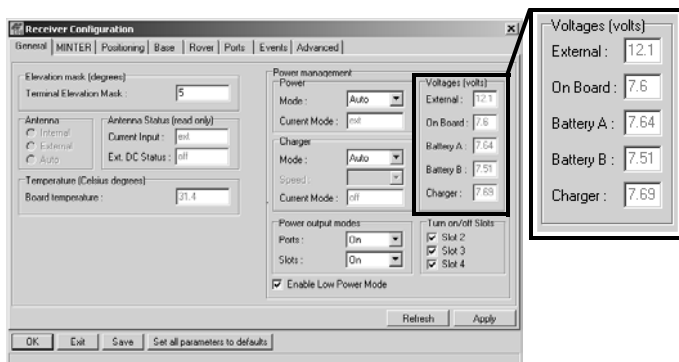

Figura 2-6. Ver Información con respecto al Voltaje
7. Ver Información sobre Voltajes (Figura 2-6 en la página 2-10).